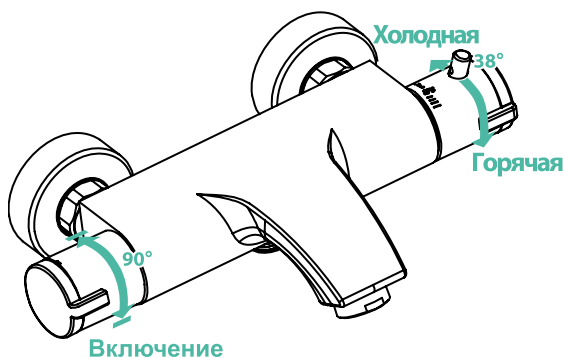

Рис. 3
1. Левая ручка смесителя используется для включения/выключения смесителя и регулировки напора воды (рис. 3). В модели смесителя с изливом ручка также служит для переключения воды с излива на душ.